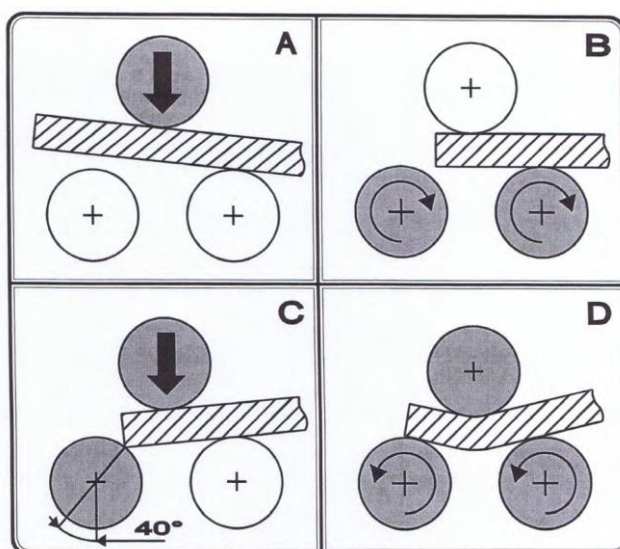

Рис. 6
- 1) Вставьте профиль и подведите верхний ролик до соприкосновения с ним (см. рис. 6, поз. А на с. 32).
- 2) С помощью переключателя направления вращения поверните ролики для удержания профиля в положении минимального прижатия (см. рис. 6, поз. В на с. 32). Теперь, после установки переключателя в нейтральное положение (0) для блокировки вращения, опустите верхний ролик так, чтобы профиль соприкоснулся с нижним роликом, но **БЕЗ ПРИМЕНЕНИЯ УСИЛИЯ** (см. рис. 6, поз. С на с. 32).
Начинайте вращение роликов и приступайте к изгибанию одной короткой части профиля, равной приблизительно 200 мм (8") (см. рис. 6, поз. D на с. 32); проверьте радиус изгиба и продолжайте работу в соответствии с одним из следующих вариантов: